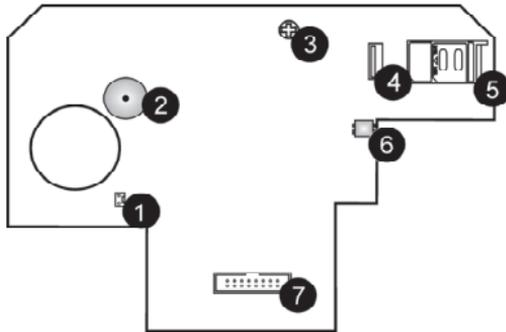

Abbildung 3: Hauptplatine
7. Schließen Sie den Notstrom-Akkupack an dem dafür vorgesehenen Sockel an. Abbildung 3.